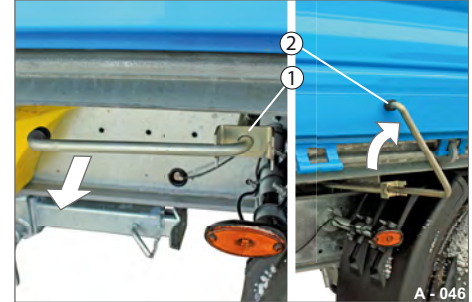
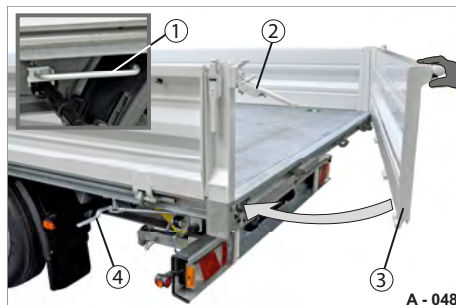

Abb. 64 Drehflügel gesichert
Abb. 66 Drehflügel schließen
- ▶ Ziehen Sie den Feststeller (Abb. 64/2) aus der Halterung (Abb. 64/1) heraus.
- ▶ Ziehen Sie am Feststeller (Abb. 66/1) und arretieren Sie diesen in dem Halter (Abb. 64/1).
- ▶ Schwenken Sie den Drehflügel (Abb. 66/3) vorsichtig zu. Achten Sie dabei, dass der Verschluss oben (Abb. 66/2) und die Zentralverriegelung (Abb. 66/4) unten geöffnet sind.